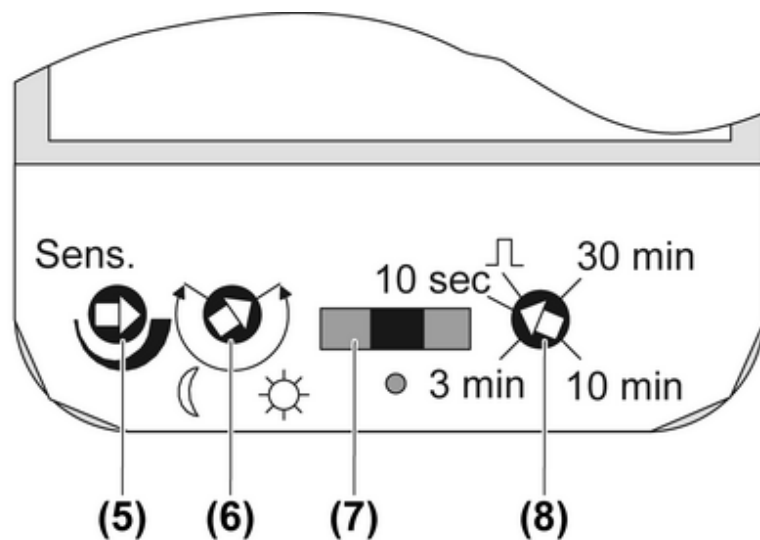

Bild 6: Einsteller unter Schiebeschalter
i Steht der Einsteller Nachlaufzeit (5) auf $\sqcap$, Kurzzeitbetrieb (Bild 6), wird das Licht für ca. 0,5 Sekunden eingeschaltet, auch wenn die Taste länger gedrückt wird.
- Schiebeschalter (4) abnehmen.
- Einsteller (6) in gewünschte Position drehen (Bild 6).